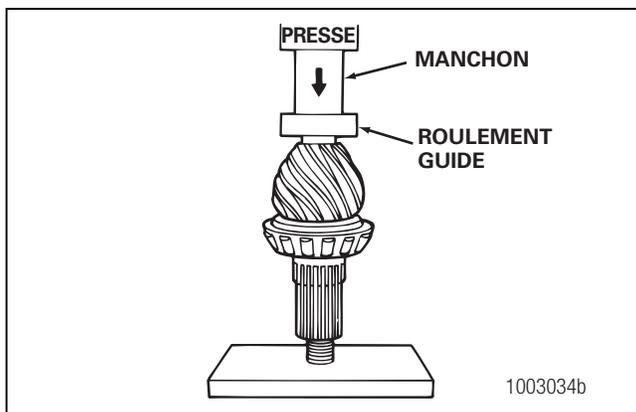

Figure 5.3
1. Placer le pignon d'attaque dans une presse en orientant la tête (denture) vers le haut. Figure 5.3.
2. Emmancher le roulement guide sur le nez du pignon d'attaque. Le roulement doit être parfaitement d'équerre sur le nez du pignon. Utiliser un manchon de diamètre approprié en appui sur la bague intérieure de roulement. Figure 5.3.